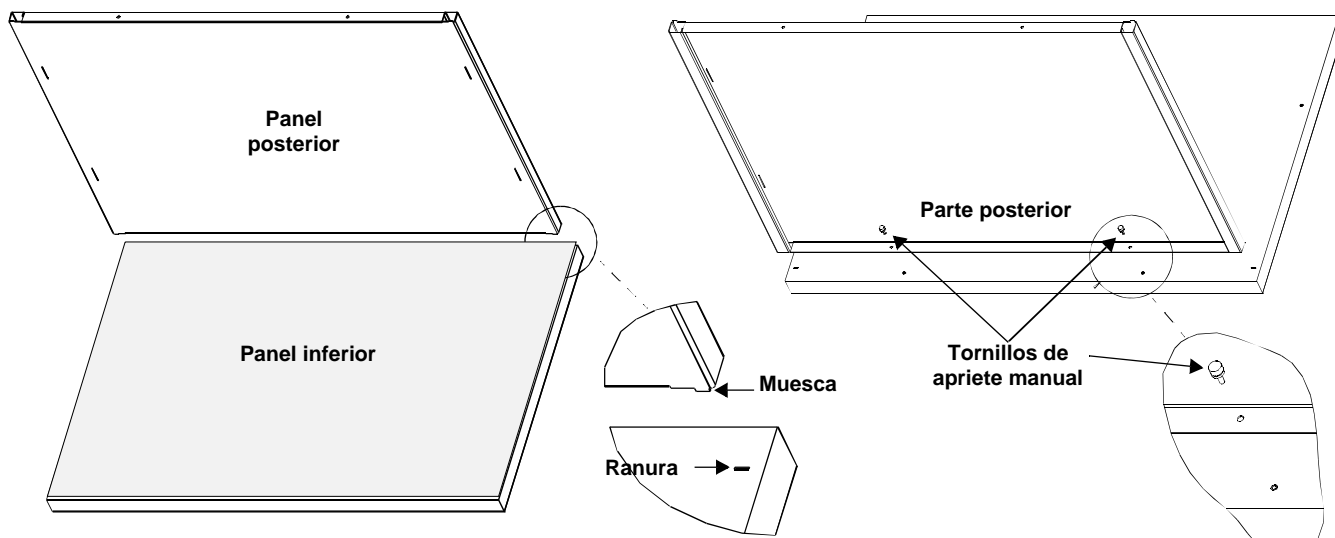

Figura 2. El panel posterior en el panel inferior
4. Introduzca las lengüetas del panel posterior (#2) en las ranuras traseras del panel inferior (#1). Fije el panel posterior al panel inferior con los dos tornillos de mano, tal como se muestra en la Figura 2.